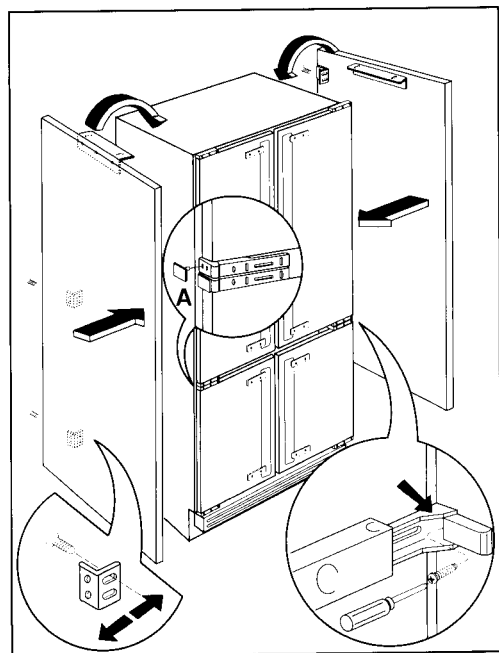

Fig. 4
- Appoggiare i pannelli sull'apparecchio (Fig. 4).
- Fissare i pannelli anteriormente. Se si utilizzano dei pannelli di spessore inferiore a 20 mm, inserire a lato delle cerniere le piastrelle compensatrici **A** in dotazione (Fig. 4).